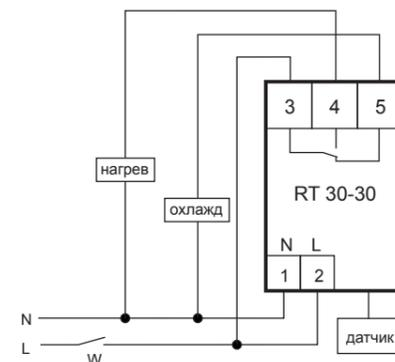

Рис. 2: схема подключения нагрузки мощностью до 4,4 кВт к устройству
5.2. Если устройство работает на **нагрев**, нагрузка подключена к нормально-разомкнутому контакту реле (вывод 4 устройства, рис. 2). При этом **горящий светодиод** будет указывать на то, что реле замкнуто и нагревательный элемент включен. При достижении установленной температуры реле размыкается и отключает нагревательный элемент, светодиод гаснет.
5.3. Если устройство работает на **охлаждение**, нагрузка подключается к нормально-замкнутому контакту реле (вывод 5 устройства, рис. 2). Если температура **выше** установленного значения, охлаждающая установка включена, **светодиод не горит**. Если температура **соответствует** установленному значению, охлаждающая установка выключена, **светодиод горит**, что указывает на то, что температура находится в пределах установленных значений и охлаждающая установка отключена. При повышении установленной температуры контакты реле включают охлаждающую установку, светодиод гаснет.
7.2. Если мощность нагрузки не превышает **4,4кВт**, подключите нагрузку к изделию согласно рис.2. Для этого используйте одножильный или многожильный провод с двойной или усиленной изоляцией, сечением, соответствующим мощности нагрузки. **Фазное** напряжение подается на контакты **2** и **3** изделия. Напряжение может подаваться через выключатель **W** или напрямую.